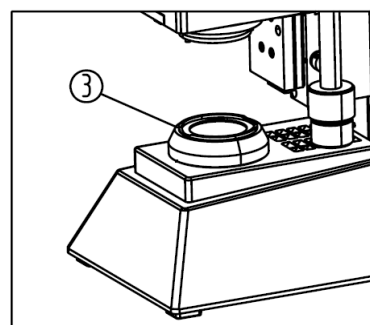

Figura 2
- 4) Durante su utilización, la base del microscopio y la lente condensador (3) pueden calentarse. Deje espacio suficiente alrededor de la misma para facilitar su ventilación (figura 2).